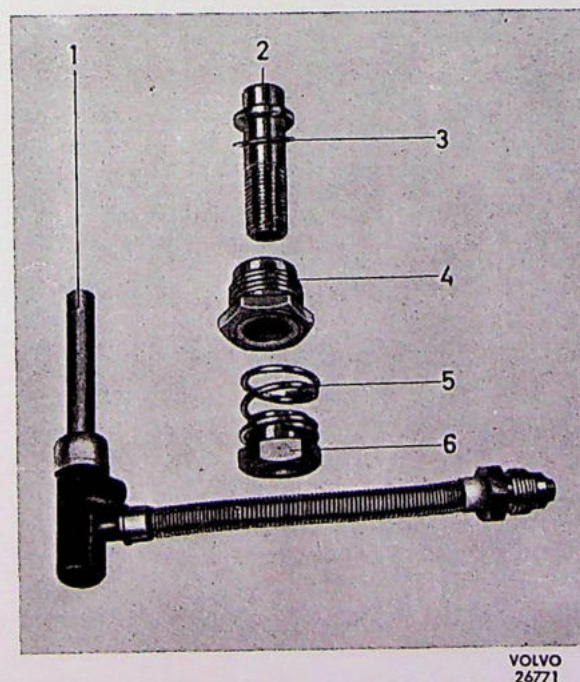

Fig. 2-91. De gedemonteerde sproeier
3. Breng de geleider en de borgmoer aan, zie Fig. 2-91. Zet de sproeier erin en centreer deze. Zie „Het centreren van de sproeier”, pagina 2 : 35.
4. Monteer de veer voor de stelmoer en de sproeier (Fig. 2-91).
2. Verwijder de stelmoer (6) en de veer (5, Fig. 2-91). Los de borgmoer zo ver op, dat de geleider bewogen kan worden.